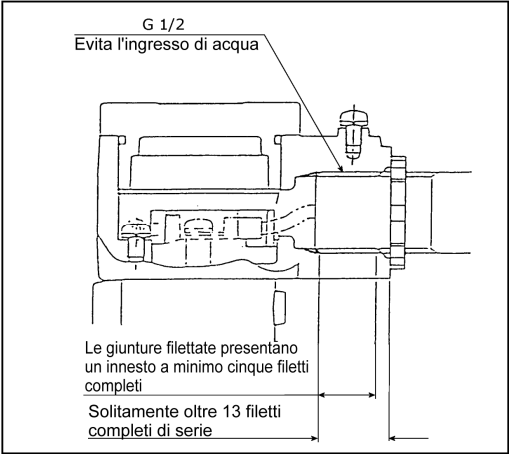
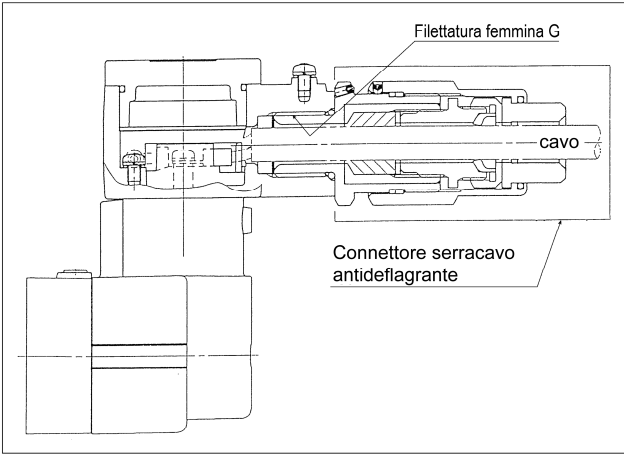

Figura 19
Figura 21
- **La connessione del cavo deve essere realizzata mediante un condotto in metallo o un serracavo, vedere Figura 19 e Figura 21.**